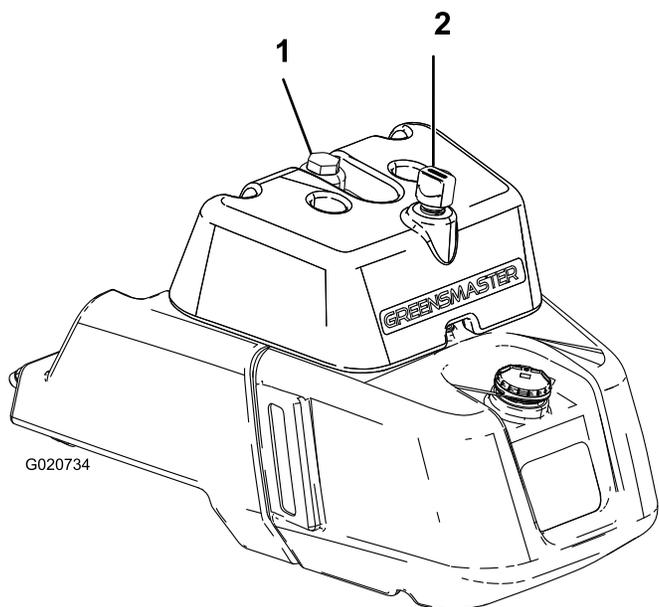

Рисунок 27
- Снимите крышку с бака (Рисунок 27).